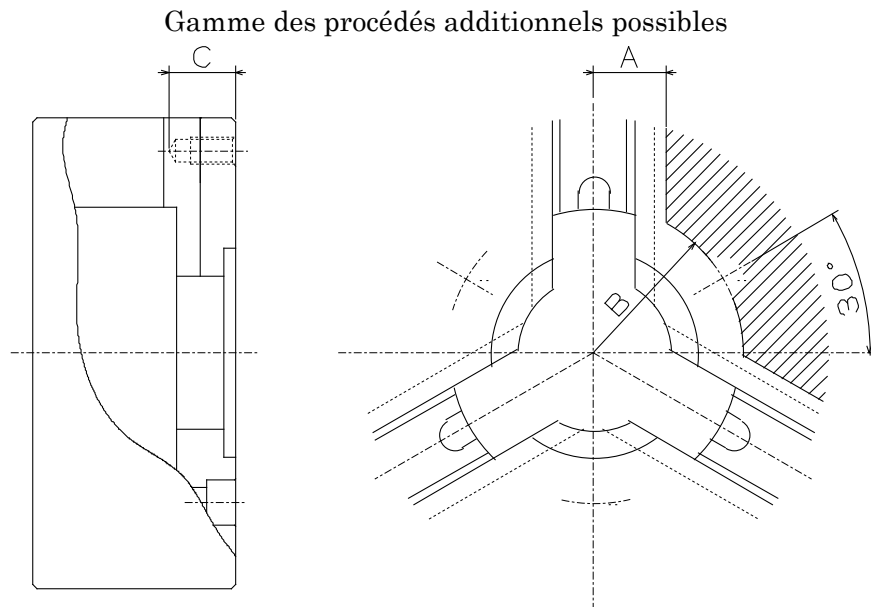

Figure 12
- Si le centreur et le gabarit doivent être fixés sur le corps du mandrin, percer ou tarauder un trou dans la plage d'usinage additionnel spécifiée sur la figure 12.